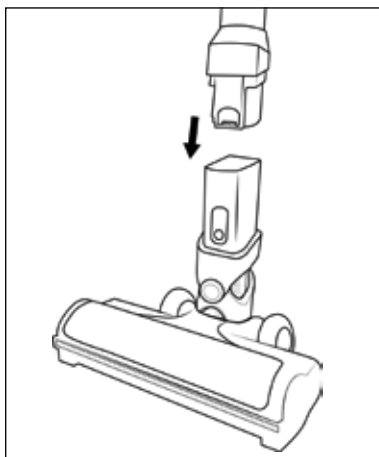

Abb. 2
- 2) Schieben Sie das Saugrohr ②③ in die Bodenbürste ②①, bis es hörbar mit einem Klickgeräusch einrastet (siehe Abb. 2).